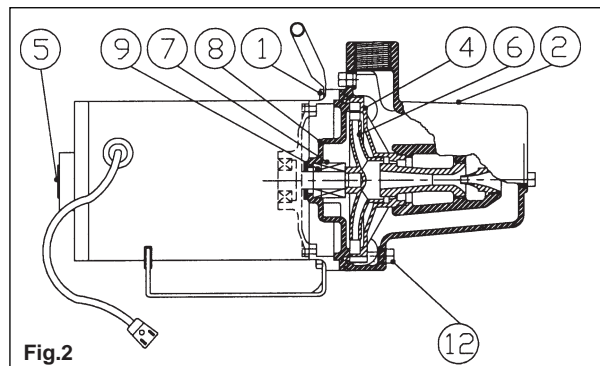

Fig.2
- c) **Remplacement du joint d'étanchéité mécanique : (Voyez la Figure 2)**
- 3) Enlevez les bouchons de vidange (12) et d'amorçage pour permettre à la pompe de se vider.
- 4) Enlevez les quatre boulons (1) et ôtez le carter (2).
- 5) En utilisant deux tournevis à lame plate pour exercer une force de levier, sortez le diffuseur (4) du carter.
- 6) Enlevez le capuchon (5) et introduisez un tournevis pour empêcher l'arbre de tourner pendant que vous dévissez la turbine (6) (moteur GE). S'il s'agit d'un moteur A. O. Smith, enlevez le couvercle arrière et immobilisez l'arbre à l'aide d'une clé plate introduite par le côté, à travers l'ouverture dans l'extrémité du corps de la pompe. S'il vous est impossible de tourner la turbine avec votre main, introduisez un objet plat dans son aube.
- 7) Glissez le joint rotatif (7) hors de l'arbre et retirez la plaque d'étanchéité (8).
- 8) Détachez le siège en céramique (9) de la plaque d'étanchéité.